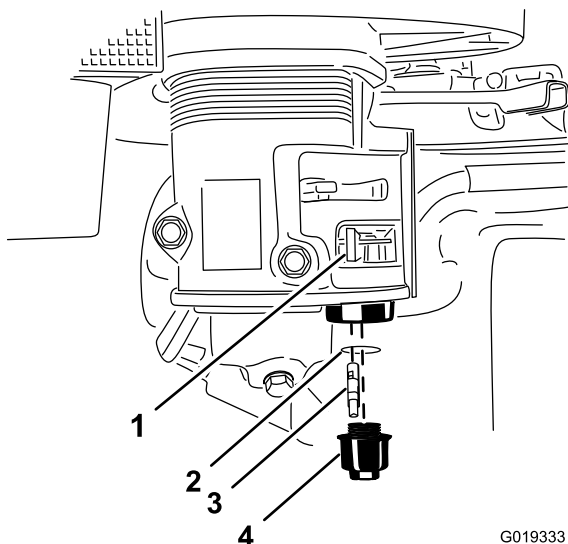

Figura 53
3. Mueva la palanca de la válvula de combustible a la posición de Cerrado, totalmente hacia la izquierda (Figura 53).
4. Desenrosque la taza de sedimentos (Figura 53).
5. Retire el filtro de combustible y la junta tórica (Figura 53).
8. Instale el filtro de combustible en la parte inferior del carburador (Figura 53).